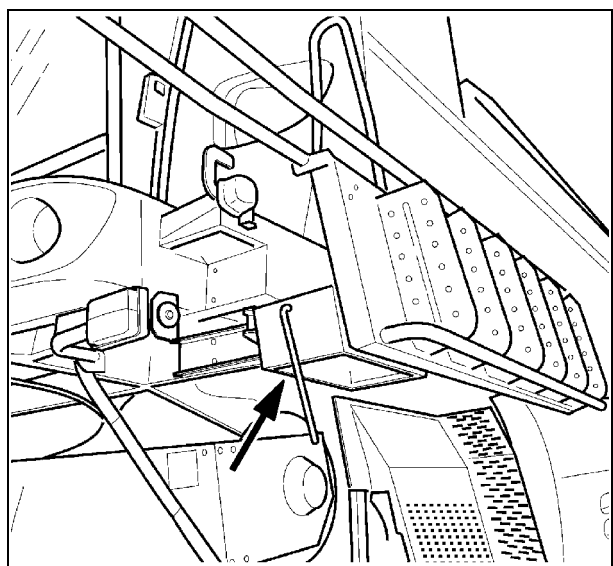

Рис. 55
**46. Лестница доступа в кабину - Рис. 55**